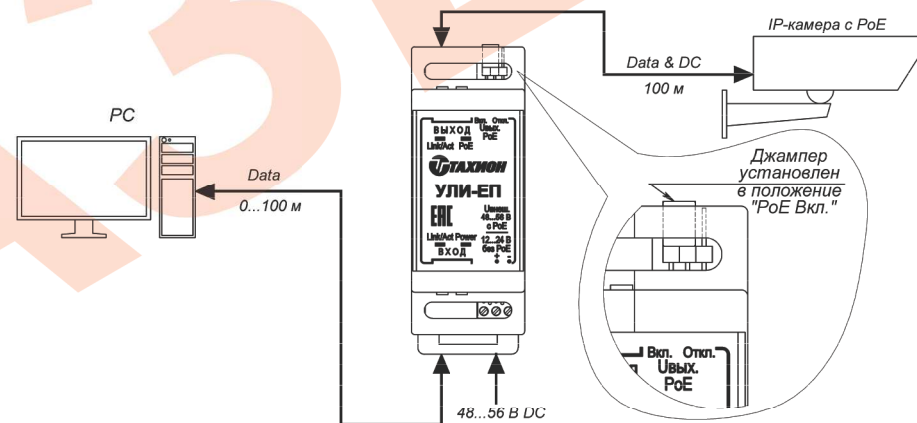
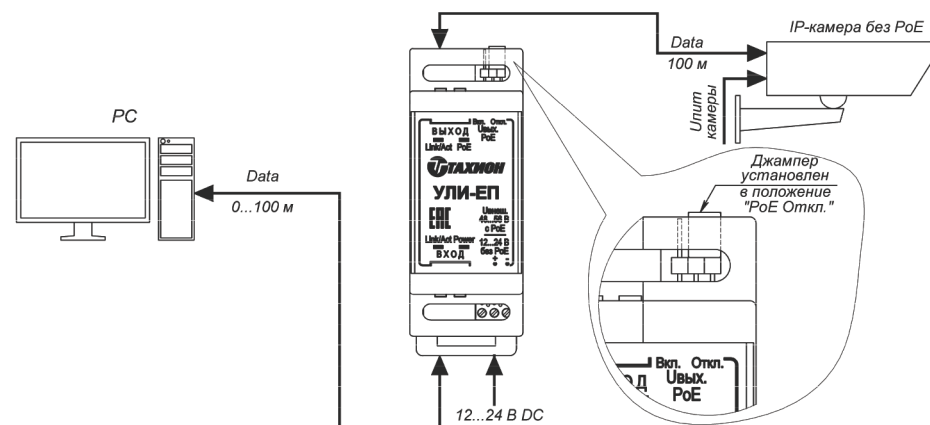

Рис.4 Пример использования УЛИ-ЕП в режиме инжектора PoE.
Рис.5 Пример использования УЛИ-ЕП в режиме ретранслятора.
- 12...24 В. при работе в режиме ретранслятора (джампер в положении «Откл», см. рис.5);
8. При необходимости изделие может быть использовано также в качестве ретранслятора сигнала (см. рис.5) или инжектора POE (см. рис.4).